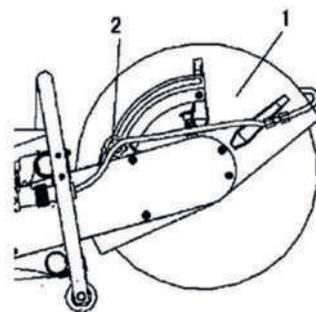

Рис. 5
Защитный кожух лезвия (см. рис. 5) отводит искры от оператора. Чтобы отрегулировать его положение, сначала ослабьте ручку позиционирования защитного кожуха диска (2), затем вручную переместите кожух в необходимое положение. Затяните ручку позиционирования (2), чтобы продолжить работу.